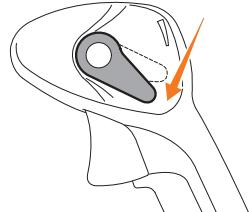

Рис. 8
- Двигатель останавливается перемещением переключателя остановки в положение «стоп» (Рис. 8).